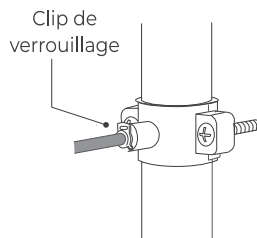

Figure 10
e. Enfoncer la clip de verrouillage sur l'accord pour sécuriser la connexion (**Figure 10**).